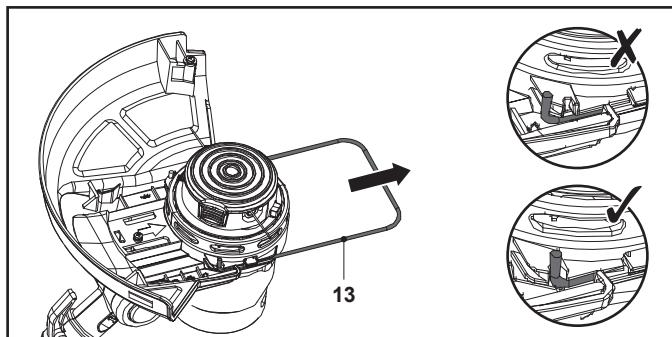

Fig. 10, posição de aparar/bordadura
1. Puxe a proteção de plantas (13) para fora até encaixar no devido lugar para a operação de aparar/bordadura (Fig. 10).